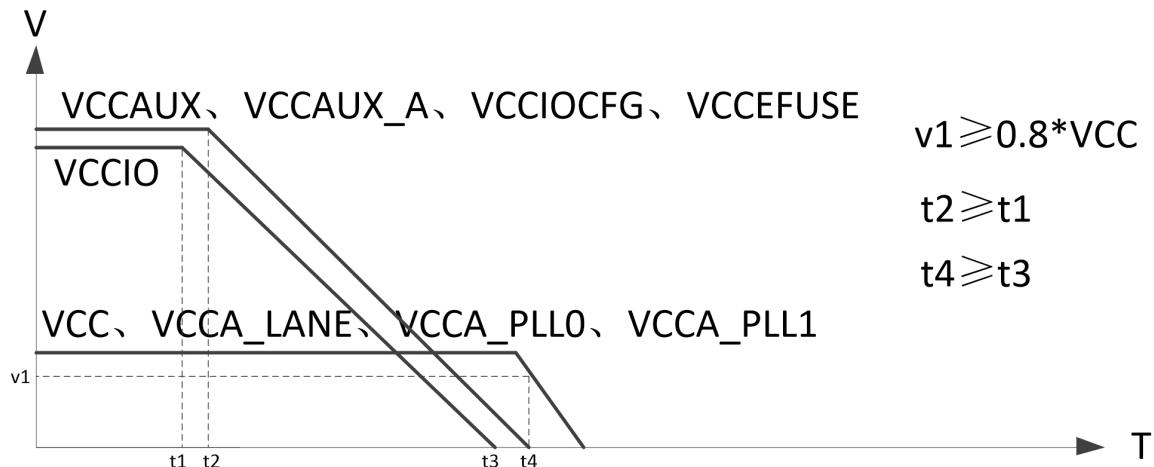

图 2-2 推荐下电时序
- (4) 推荐下电时序如图 2-2 所示;
- (5) 当 VCCIO 与 VCCAUX、VCCAUX\_A、VCCIOCFG、VCCEFUSE 电压幅值相同, 可共用电源。